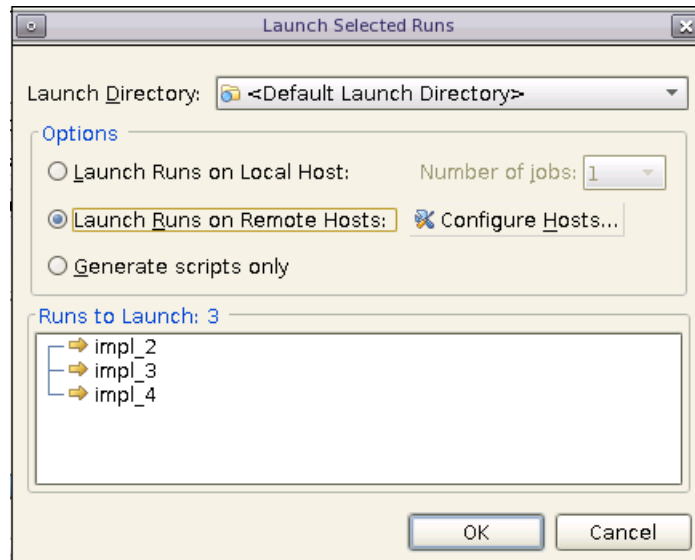

図 1-13 : [Launch Selected Runs] ダイアログ ボックス
2. 右クリックして [Launch Runs] をクリックするか、[Design Runs] ビューのツールバーから [Launch Selected Runs] をクリックして、[Launch Selected Runs] ダイアログ ボックスを表示します (図 1-13)。